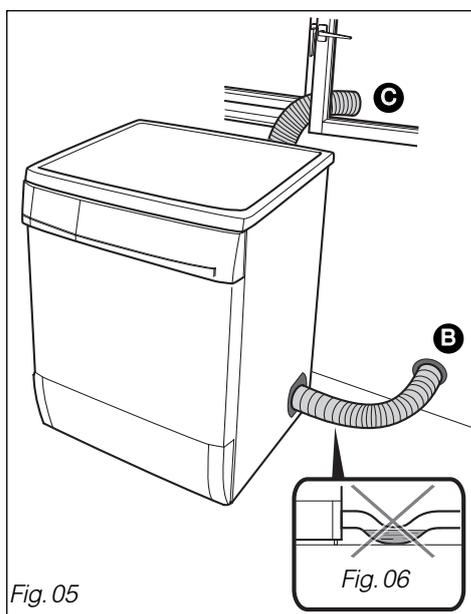

Fig. 05
• **Soit par un raccordement fixe dans le mur :** (Fig. 05) **B**
• **Soit de façon temporaire :** (Fig. 05) **C**
- elle doit comporter le moins de coudes possible (2 au maximum) voir Fig.05 page précédente.